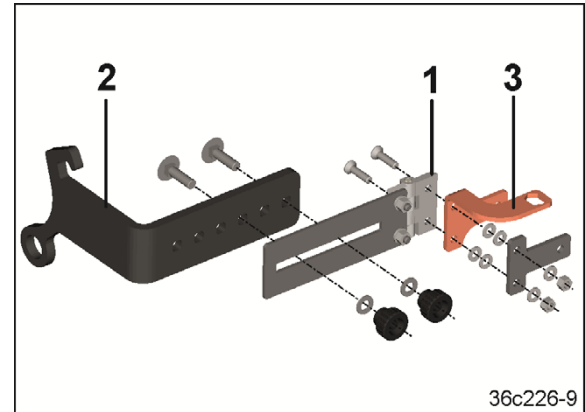

图 113
3. 将中间部分 (图 113/1) 与上连杆支架 (图 113/2) 和悬臂 (图 113/3) 旋紧在一起。